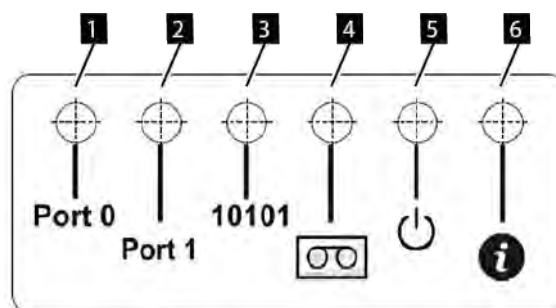

Figure 65. Indicateurs de la glissière d'unité
3. À l'arrière de chaque unité de bande. Voir Figure 65, à la page 106 et Tableau 43, à la page 106.